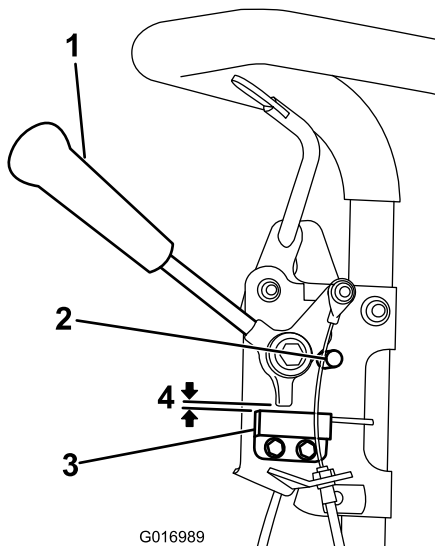

Figura 30
1. Asegúrese de que el motor está parado, y que la palanca de tracción está desengranada y apoyada en el tope de punto muerto (Figura 30).
2. Afloje las fijaciones de montaje del interruptor de seguridad (Figura 30).
3. Coloque un suplemento de 0,08 cm de grosor entre la palanca de tracción y el interruptor de seguridad (Figura 30).